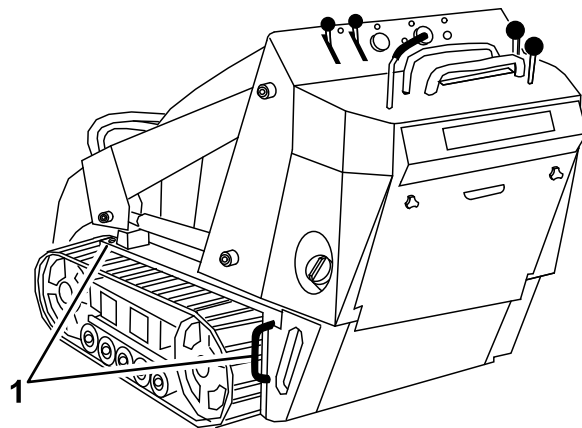

图 20
8. 使用机器上的金属栓系环用箍带、链条、缆绳或绳索(图 20)将机器牢牢固定在拖车或卡车上。请参阅当地法规了解栓系要求。
参阅图 20。